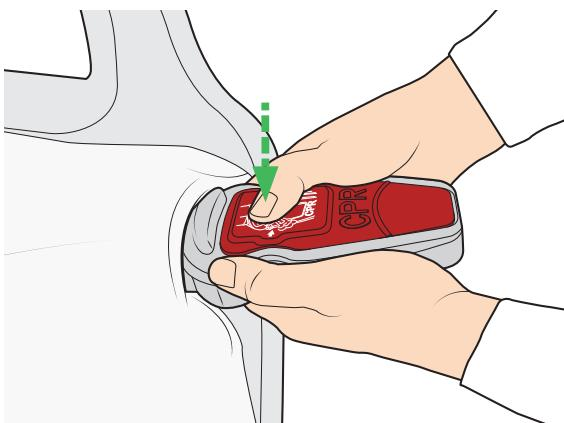

Figura 33
- Asegúrese de que la unidad de desinflado rápido para RCP esté en posición cerrada (véase la figura 33). La unidad de desinflado rápido para RCP debe estar accesible en todo momento.